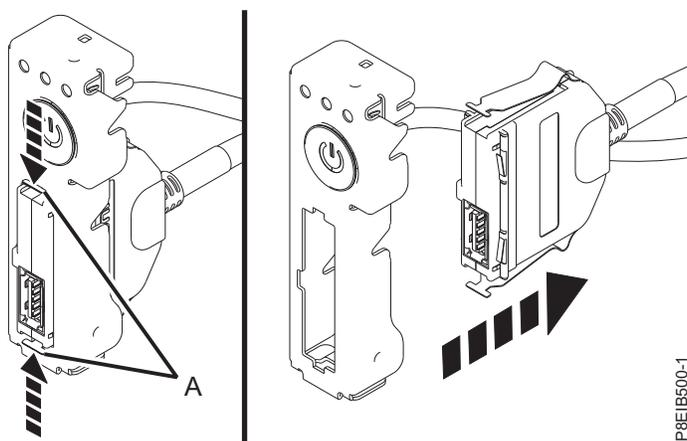

Figura 60. Removendo o cabo USB frontal do comutador de energia
10. Pressionando a trava de liberação no conector (A), desconecte o cabo USB frontal do comutador de energia. Consulte Figura 60 na página 60.